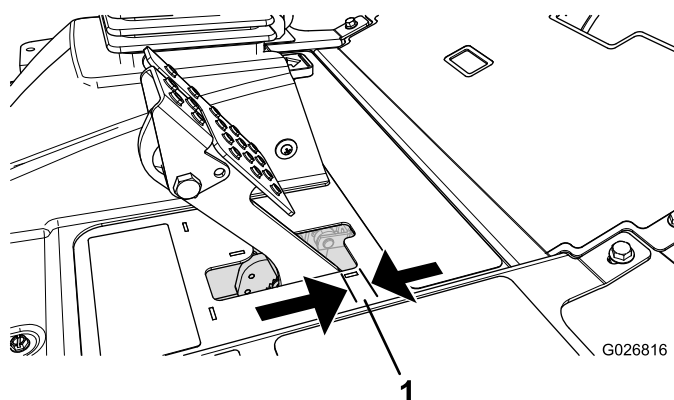

Figura 70
Ajuste os travões se o pedal do travão apresentar uma folga superior a 2,5 cm (Figura 70) ou quando os travões não funcionarem de forma eficaz. Folga é a distância percorrida pelo pedal antes de se verificar qualquer resistência ao movimento.
2. Aperte a porca traseira para deslocar o cabo para trás até que os pedais dos travões apresentem uma folga de 6,3 a 12,7 mm (Figura 70), antes de a roda bloquear.